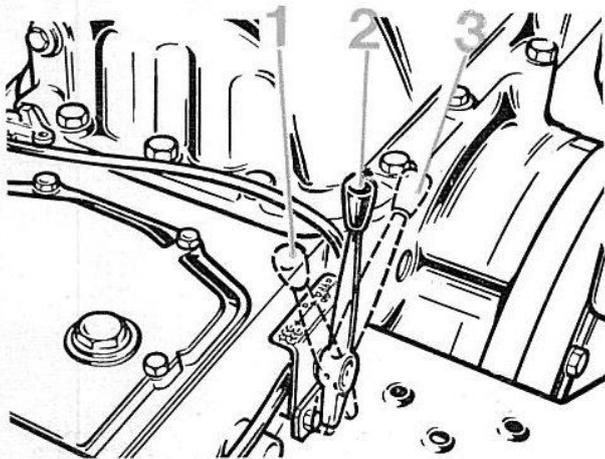

FIG. 21
**Nota** : Lorsque la prise de mouvement n'est pas utilisée, laisser la poignée en position embrayée (2), le levier de crabotage étant bien entendu au point mort (voir fig. 21).